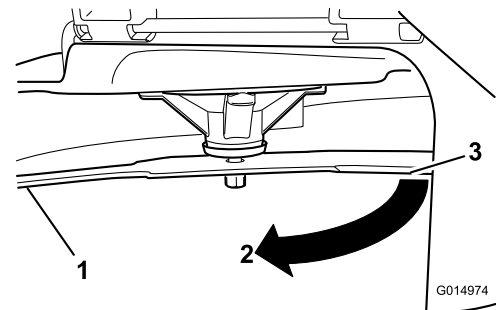

Figura 45
- Gire la misma cuchilla 180 grados de manera que el otro extremo esté en la misma posición (Figura 45).